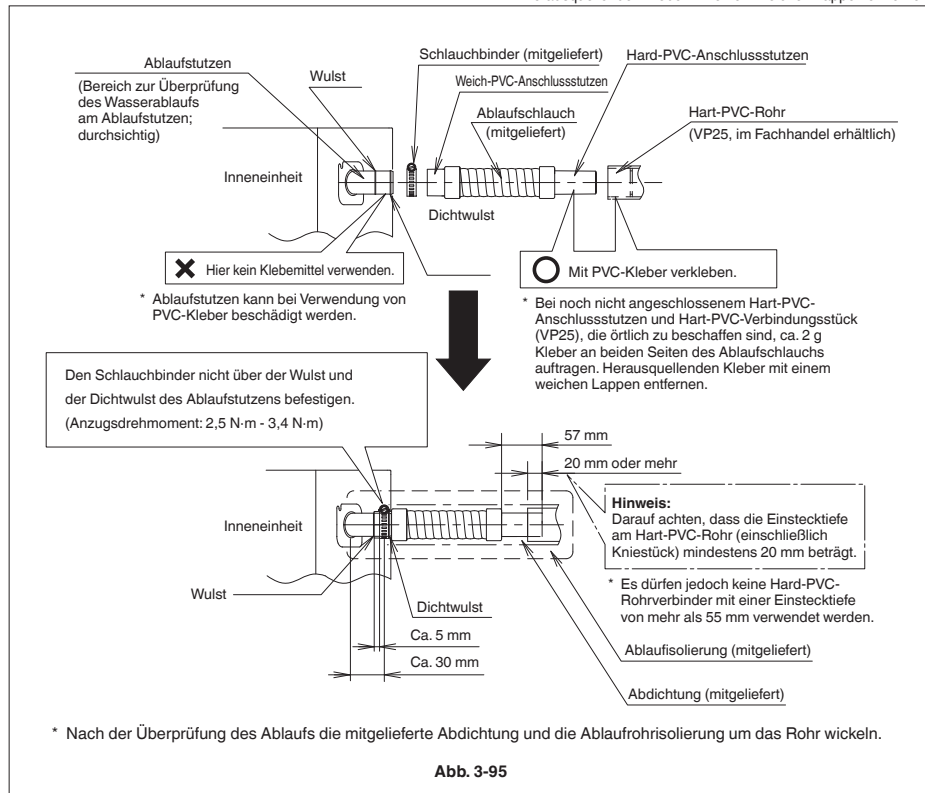

Abb. 3-95
- 3) Den Schlauchbinder so weit auf den Schlauch schieben, dass der Abstand zwischen seiner Mitte und dem Außenblech der Inneneinheit ca. 30 mm beträgt. (Abb. 3-95)